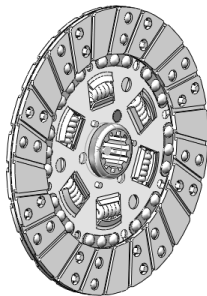

图 5-44 导入限位销并阵列
STEP 9 导入“限位销.sldprt”，并将其装配到合适位置，然后执行阵列操作，效果如图 5-44 所示（完成操作后，将文件保存为“从动盘.sldasm”即可）。